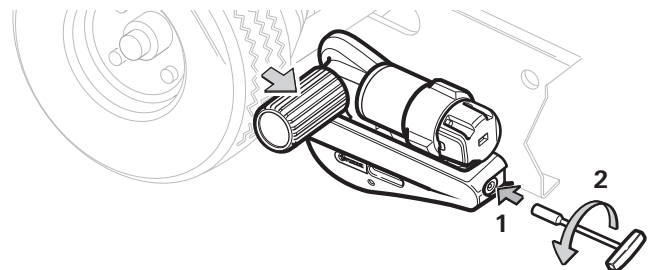

Bild 8
- Sätt i hylsnyckeln på 7 mm i öppningen (bild 8 - 1) och vrid moturs (bild 8 - 2) tills Movern har svängts bort hela vägen till anslag.